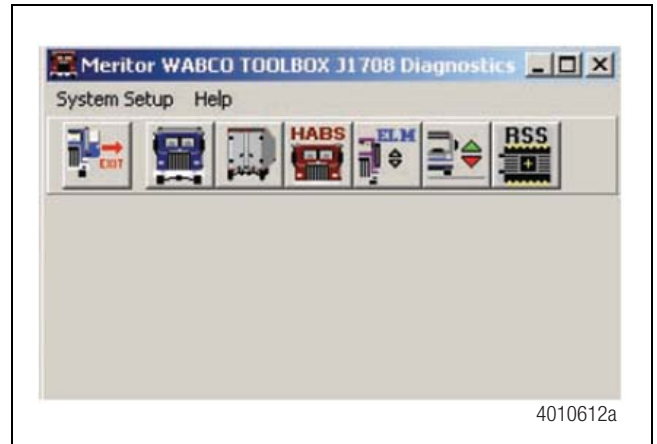

Figura 3.5
- Las Comunicaciones J1708 son posibles con cualquier versión del Software TOOLBOX™ y cualquier ECU Versión D o E. Figura 3.5.